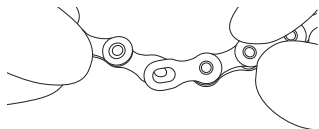

Fig. 14
- Rimuovete la C-Link™, sia lato interno che esterno. (Fig. 14).